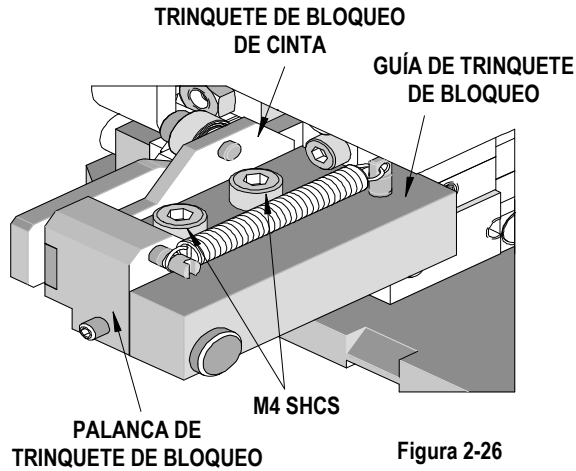

Figura 2-26
2. Con una llave hexagonal de 3 mm, afloje los tornillos (2) M4 SHCS que sujetan la guía del trinquete de bloqueo. Véase la Figura 2-26.